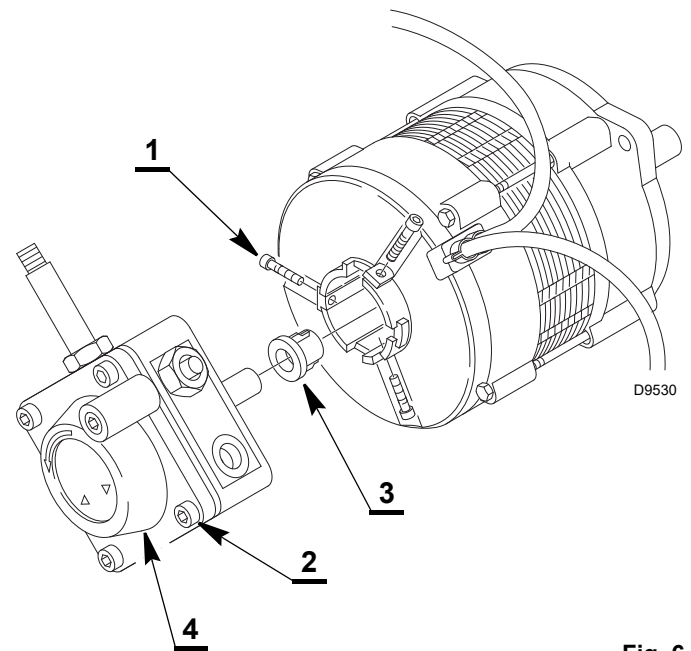

Fig. 6
- bloccare la pompa avvitando uniformemente le 3 viti 1) (Fig. 6), coppia di serraggio consigliata $3 \pm 0,3$ Nm.
- allentare e rimuovere le 4 viti di fissaggio 2) (Fig. 6) del coperchio 4) e controllare le condizioni del filtro del combustibile.